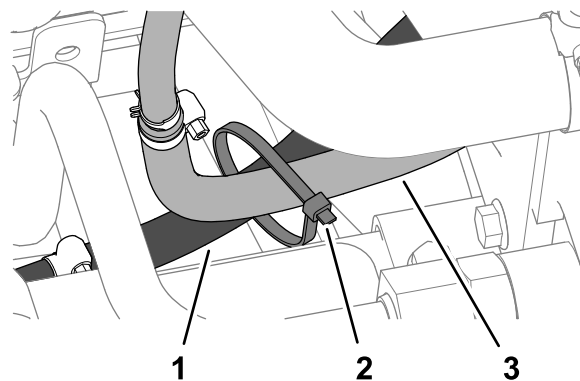

図 19
4. 燃料クーラホース2本をケーブルタイでまとめる 図 19。